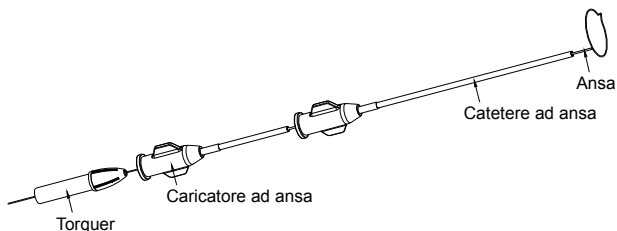
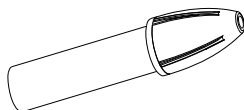

Figura 1 Sistema ad ansa SeSure™
Figura 5 Torquer
Il Sistema ad ansa SeSure™, che comprende il Sistema ad ansa generale, il Sistema ad ansa piccola e il Sistema a micro-ansa in base alle varie dimensioni del laccio e alla lunghezza dell'ansa, è costituito da un'ansa, un catetere ad ansa, un caricatore e un torquer. L'ansa è costituita da uno stelo in nitinol e un laccio, collegati insieme sulla sezione conica dello stelo in nitinol dalla forza di compressione del tubo in PTFE termorestringente. Il laccio è composto di fili di nitinol intrecciati a spirale con un filo di tungsteno rivestito di nitrato di titanio per migliorare la radiopacità. Il piano del laccio è perpendicolare allo stelo in nitinol. Il laccio ad ansa preformato può essere introdotto attraverso il catetere senza rischio di deformazione, grazie alla memoria di forma e alle proprietà superelastiche del nitinol. Il catetere ad ansa è costituito da un tubo in polietilene (PE). Il raccordo luer lock presenta una banda marcatrice radiopaca in corrispondenza della sua punta distale per migliorare la visibilità durante l'operazione. L'ansa è preassemblata con caricatore ad ansa e torquer, quindi imballata con il catetere corrispondente (vedere da Figura 1 a Figura 5).